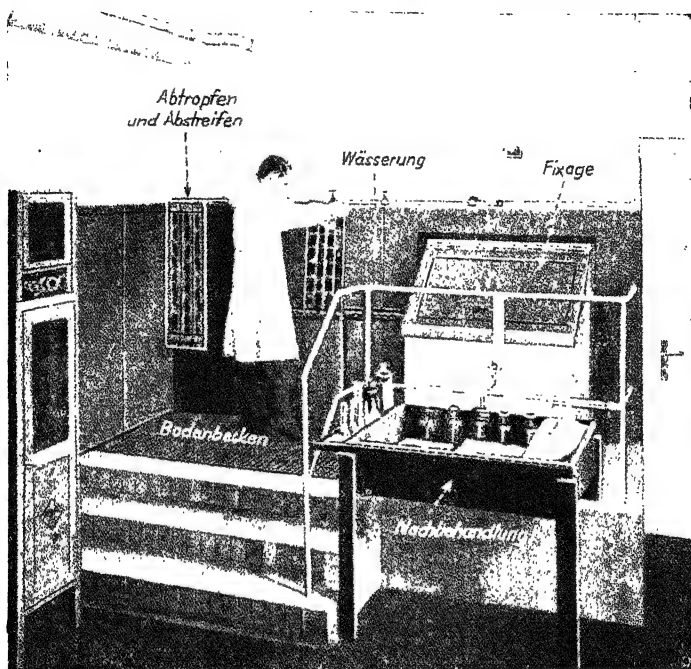

Abb. 97. Großtankanlage (Tageslichtseite) (5, 7, 11, 4, 25, 9, F)
Großtankanlagen sehen jedoch schon wesentlich anders aus. Aus den Plänen des Anhangs und nachstehender Abb. 97 u. 98 auf Seite 203 u. 204 erkennt man, daß sich bei diesen Anlagen die Entwicklung in der Dunkelkammer, die Fixage in einer Durchgabe zwischen Dunkelkammer und Tageslichtraum und die Schlußwässerung bei vollem Tageslicht abspielt (11).
schoben werden kann. Den Deckel schiebt der Entwicklungslaborant jeweils über den Fixiertank, in den er gerade frisch entwickeltes Material eingehängt hat. Der Laborant des Tageslichtraumes darf nur ausfixiertes Material aus dem offenstehenden Fixiertank herausnehmen (siehe Abb. 97 u. 98).